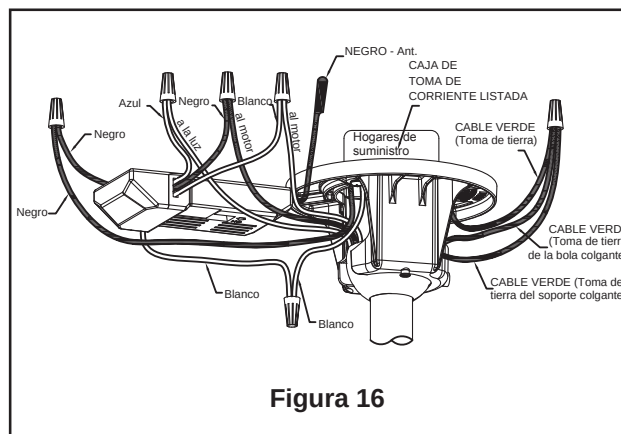

Figura 16
- ☐ 4. Conecte los cables verdes desde el soporte colgante y la bola colgante en el cable desnudo (toma de tierra) utilizando el conector de cables suministrado. Conecte el cable negro desde la unidad del receptor marcado "AC IN L" al cable negro de suministro de electricidad utilizando el conector de cables suministrado. Conecte el cable blanco desde la unidad del receptor marcado "AC IN N" al cable blanco de suministro de electricidad utilizando el conector de cables suministrado. Conecte el cable blanco desde la unidad del receptor marcado "TO MOTOR N" al cable blanco del ventilador utilizando el conector de cables suministrado con el receptor. Conecte el cable blanco desde la unidad del receptor marcado "TO MOTOR L" al cable blanco del ventilador utilizando el conector de cables suministrado con el receptor. Por último, conecte el cable azul del receptor al cable azul de la luz del ventilador utilizando el conector de cables suministrado. Coloque todos los cables conectados y la antena del receptor para permitir la instalación de la cubierta del techo. (Figura 16)